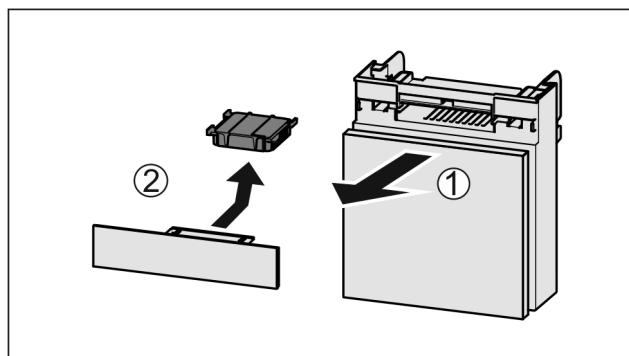

Fig. 171
- Fach nach vorne herausziehen Fig. 171 (1).
- Aktivkohlefilter entnehmen Fig. 171 (2).